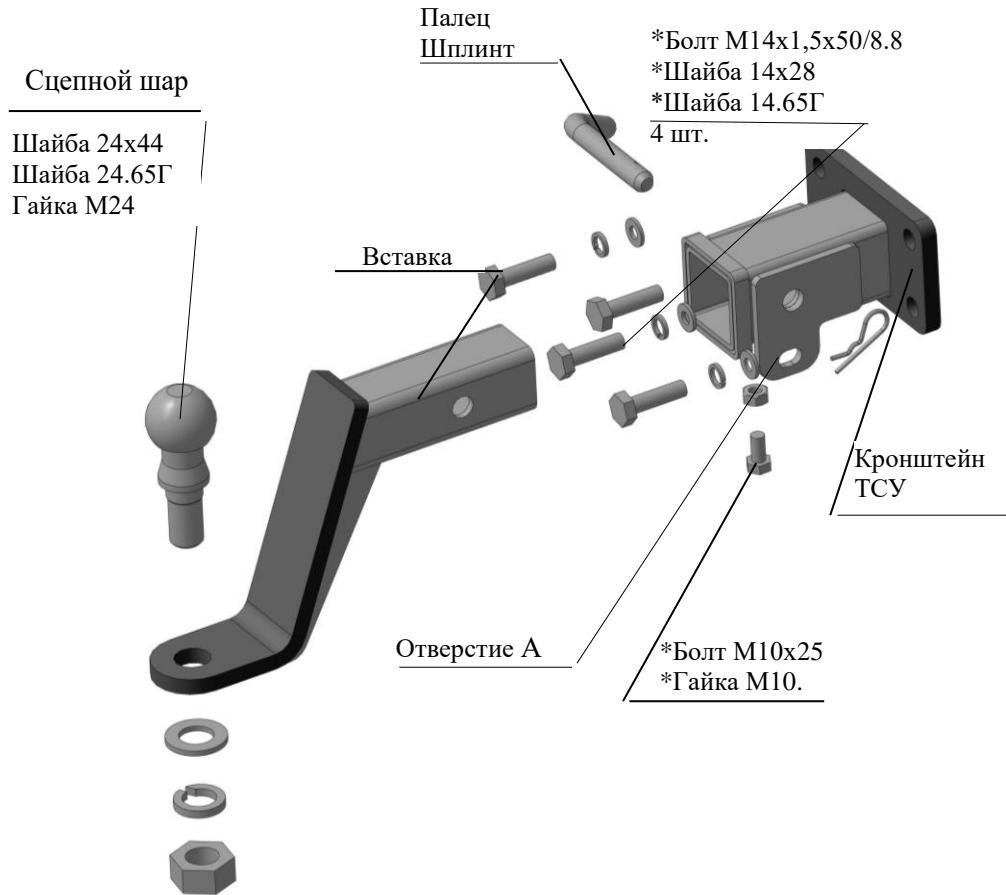

Рис.1 Тягово-сцепное устройство ТСУ 8123.
2.1 ТСУ 8123 в сборе (рис.1) 1 шт.
2.2 Пакет с комплектующими (см. рис.1)+защитный колпак 1+1 шт.
- 4.3 Вставить в кронштейн вставку и закрепить пальцем и шплинтом (предварительно затянув крепеж сцепного шара ка показано на рис.1)